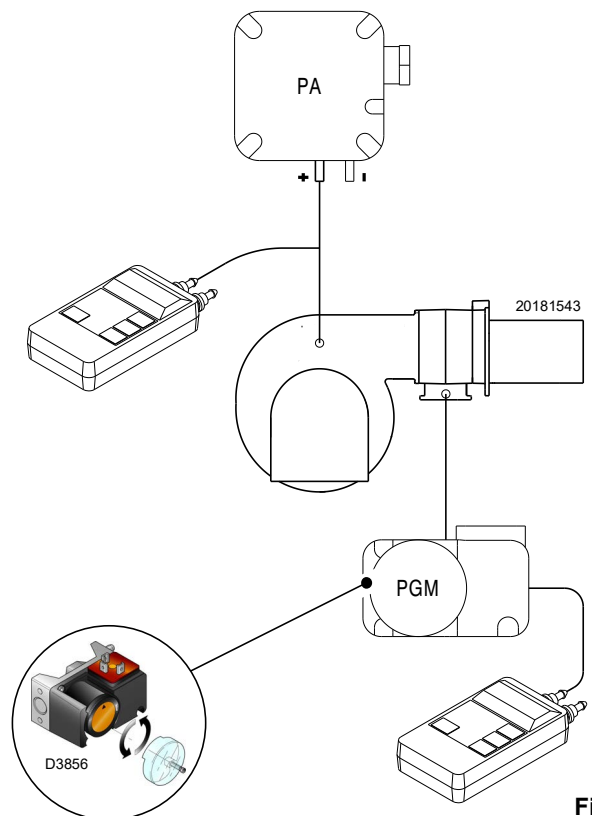

Fig. 30
- régler le pressostat gaz seuil maximum en fin d'échelle (Fig. 30 à la page 29);
Effectuer le réglage du pressostat gaz seuil maximum (Fig. 30) après avoir effectué tous les autres réglages du brûleur avec le pressostat gaz seuil maximum réglé en fin d'échelle.